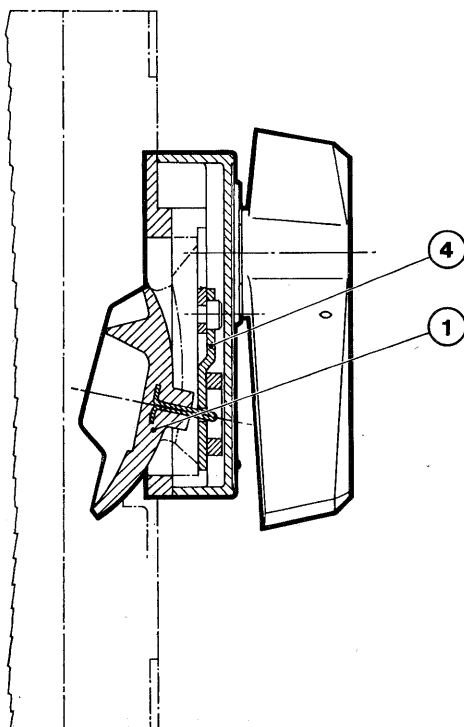

Fig. 25
9.6.1. Applicazione del comando a maniglia rotante sull'interruttore (fig. 25)
- a) smontare il coperchio dell'interruttore (§ 5.2.) e sostituire la maniglia normale con quella speciale (1) compresa nella fornitura dell'applicazione
- c) montare l'applicazione sul coperchio dell'interruttore curando che l'inserto metallico della maniglia (1) alloggi nella cavetta della leva (4).